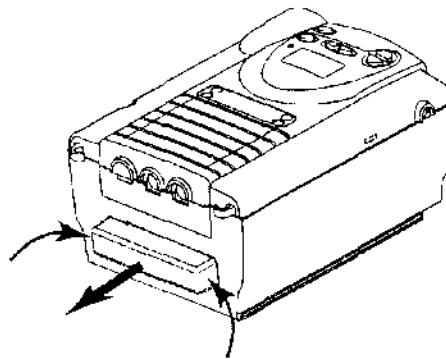

Figura 9-1 Extracción de la cubierta del filtro
2. Tal como se muestra en la Figura 9-1, retire la tapa del filtro mediante una presión suave sobre los laterales de la cubierta del filtro y al tirar de ella hacia afuera para sacarla del dispositivo.